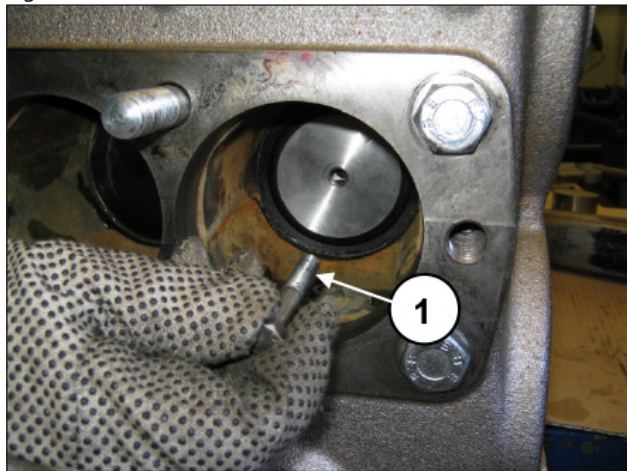

Fig. 126
Desserrer la vis M8 qui retient le groupe piston et la dégager avec la douille de fixation du joint (rep. ①, Fig. 126).